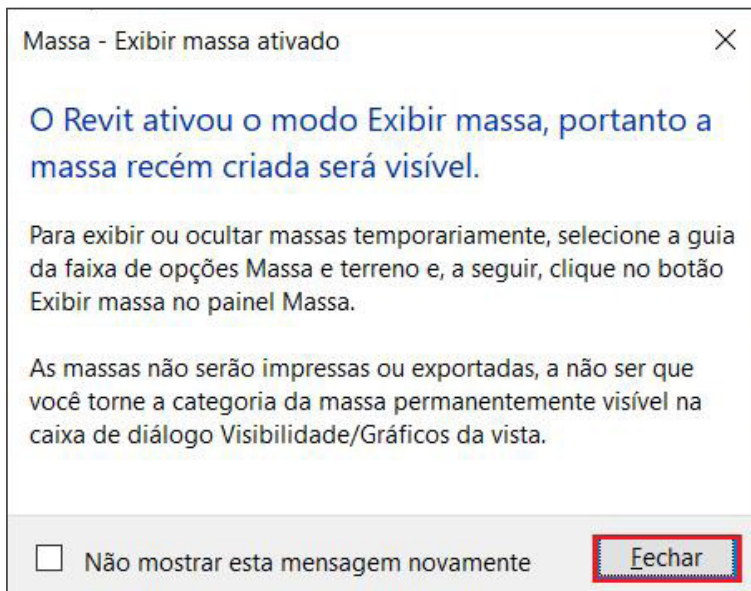

Figura 57 – Janela que informa sobre a visibilidade de elementos “massa”.
4. Para janela “Massa – Exibir massa ativado”, clique no botão “Fechar” (Figura 57);